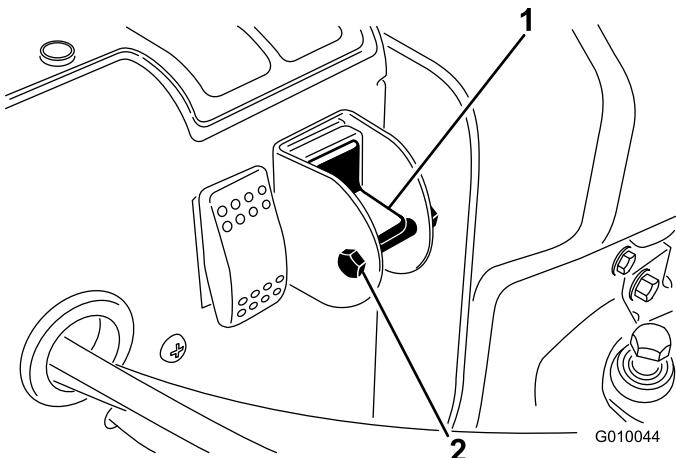

Bild 29
- Entfernen Sie die Arretierschraube und die Mutter vom Auswahlschalter (Bild 29).